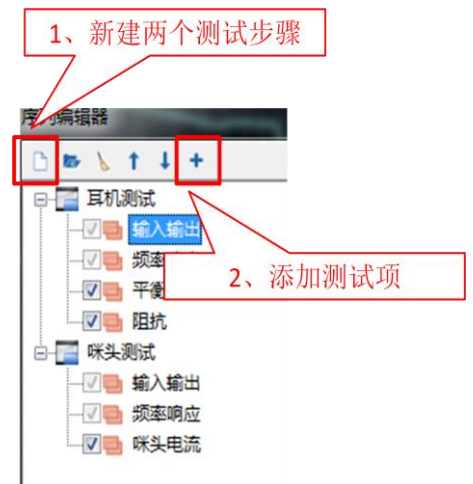

图 5.32 测试步骤对话框
- 2) 添加测试项，为耳机测试添加平衡度、阻抗，为咪头测试添加咪头电流，如图 5.32 所示。